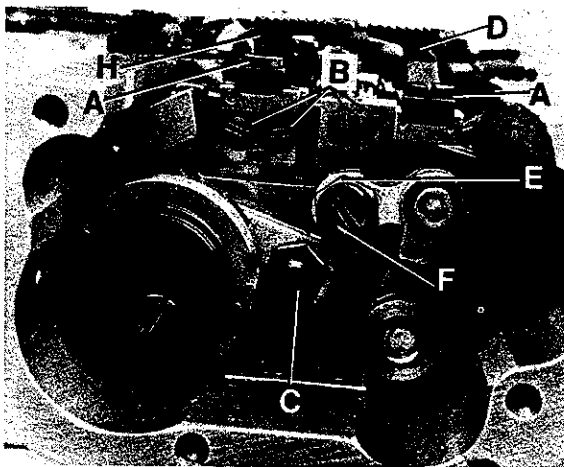

Fig.32
Assemble the main feed dog (H, Fig. 32) and the differential feed dog (D), tighten fastening screws (A) slightly. Insert the throat plate support with throat plate on the cylinder arm and center the feed dogs across-the-line-of-feed in the throat plate slots to have equal clearance on all sides. Now tighten screws (A) firmly.
For setting loosen screws (B, Fig. 32) and position the feed dog holders with the feed dogs to the correct height. Tighten screws (B).
In-line-of-feed the differential feed dog can be set to the front or to the rear to clear equally between the main feed dog and the front end of throat plate slot. For adjustment loosen screw (F, Fig. 32) and rotate eccentric (E) in operating direction until the correct setting is obtained. Retighten screw (F).
Also the main feed dog (H, Fig. 32) can be set slightly in-line-of-feed to the front or rear in the throat plate slots, if required. Loosen nut (C) and move the feed dog accordingly. Retighten nut.
Montieren Sie den Haupttransporteur (H, Fig. 32) und den Differentialtransporteur (D), ziehen Sie die Befestigungsschrauben (A) nur leicht an. Stecken Sie den Stichplatten-träger mit Stichplatte auf den Zylinderarm und vermitteln Sie die Transporteure seitlich in den Stichplattenschlitzen so, daß sie an allen Stellen freigehen. Ziehen Sie die Schrauben (A) danach gut an.
Zur Einstellung lösen Sie die Schrauben (B, Fig. 32) und schieben die Transporteurhalter mit den Transporteuren auf die gewünschte Höhe. Ziehen Sie die Schrauben (B) an.
In Transportrichtung kann der Differentialtransporteur entsprechend vor- oder zurückgestellt werden, damit er zwischen dem Haupttransporteur und dem vorderen Schlitzende der Stichplatte gleichmäßig freigeht. Zur Einstellung lösen Sie die Schraube (F, Fig. 32) und drehen den Exzenter (E) in Näherung, bis die richtige Einstellung erreicht ist. Ziehen Sie die Schraube (F) wieder an.
Auch der Haupttransporteur (H, Fig. 32) kann, bei Bedarf, in Transportrichtung in den Stichplattenschlitzen geringfügig vor- oder zurückgestellt werden. Lösen Sie die Mutter (C) und verschieben Sie den Transporteur entsprechend. Ziehen Sie die Mutter wieder an.